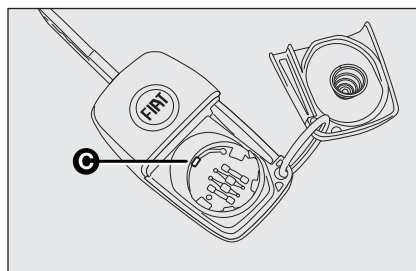

fig. 8
- ☐ la pila nueva se debe colocar debajo del diente **C-fig. 8** de bloqueo; luego, vuelva a colocar la tapa y presiónela hasta oír el “clic” de bloqueo.